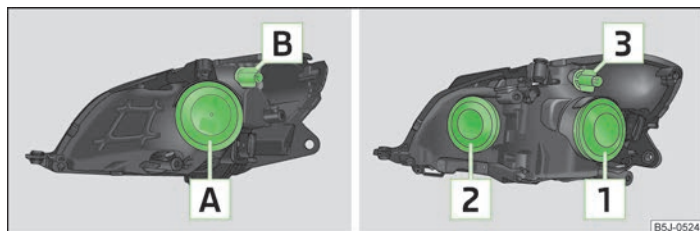

Fig. 146 Asignación de bombillas: Faros halógenos/faros proyectores halógenos
- > Retirar la tapa de goma » fig. 146 de la página 176.
- Retirar la tapa de goma » fig. 146 de la página 176.
- Girar el portalámparas » fig. 146 de la página 176 o el portalámparas hasta el tope **en el sentido contrario** al de las agujas del reloj y sacarlo junto con la bombilla para la luz intermitente.
- Retirar la tapa de goma » fig. 146 de la página 176 ó . .